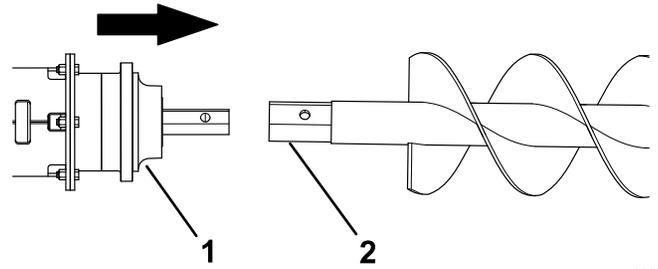

Figura 4
4. Maniobre para que el eje de transmisión entre en el extremo del husillo de la barrena o de la extensión (en su caso), como se muestra en la Figura 4.